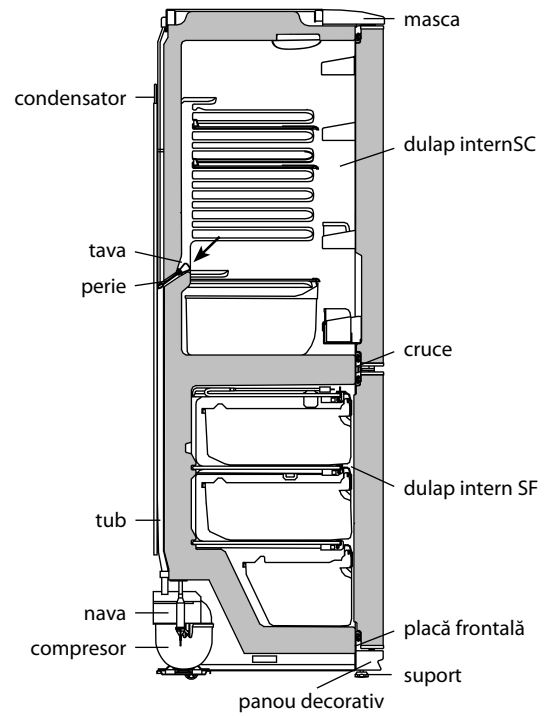

Figura 4 – Schema de eliminare a apei topite din SF
**2.3.1** In SF se utilizează sistemul automat de dezghetare. Chucura, care apare pe peretele din spate a SF, se topește în ciclul de dezghetare la deconectarea compresorului și se transformă în picături de apă. Picăturile de apă topită se scurg în vas și prin gaură în tavă patrund în țevă navei pe compresor, în conformitate cu figura 4 unde și se evaporă. În gaura tavii este instalată o perie pentru a preveni înfundarea sistemului de evaporare.
Prezența apei în tavă indică la blocarea posibilă a scurgerii apei. Pentru a elimina contaminarea trebuie a curăța cu peria gaura în tavă, astfel că apa să se scurgă fără obstacole un vas, se spală peria și se instalează în conformitate cu figura 4.
**ATENȚIE!** Apa, care a apărut la partea de jos a SF poate trece în interiorul secției și poate provoca coroziunea dulapului în conformitate cu figura 4 și să conducă la esirea din funcție a frigiderului.